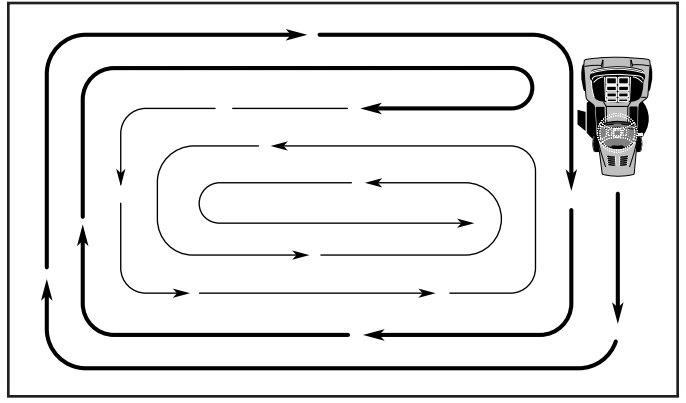

Fig. 14
- Al segar las áreas grandes, empiece girando a la derecha de modo que los recortes se descarguen, alejándose de los arbustos, cercos, entradas de automóviles, etc. Después de una o dos vueltas, sigue en la dirección opuesta, haciendo virajes a la izquierda, hasta que termine (Vea Fig. 14).